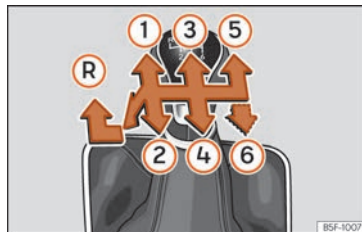

Fig. 86 Esquema d'un canvi manual de 5 marxes o bé de 6 marxes.
A la palanca de canvis s'indiquen les posicions de les marxes »» fig. 86.
- Amb la palanca de canvis en punt mort, presioneu-la cap avall, moveu-la a l'esquerra fins al final i després cap endavant per seleccionar la marxa enrere »» fig. 86 **(R)**.